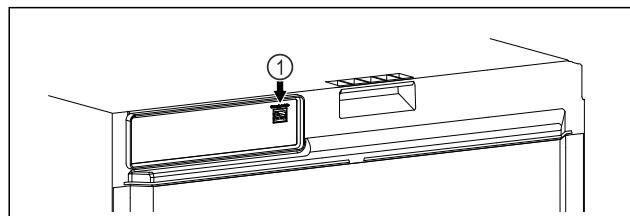

Fig. 108
- SmartModule Fig. 108 (1) ist eingesetzt.